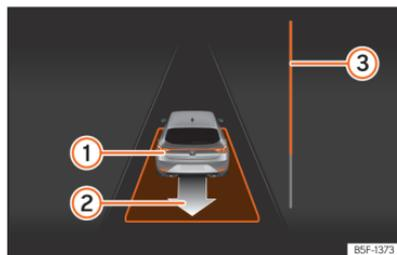

Abb. 155 Am Bildschirm des Kombi-Instruments: parallel zur Fahrbahn ausparken.
- Fahren Sie rückwärts, bis das Dauertonsignal des ParkPilot ertönt; **ODER:** fahren Sie zurück, bis am Bildschirm des Kombi-Instruments die Anzeige zur Vorwärtsfahrt erscheint. Die Fortschrittsanzeige **»»** (Abb. 155) **③** zeigt den zurückzulegenden Abstand an.